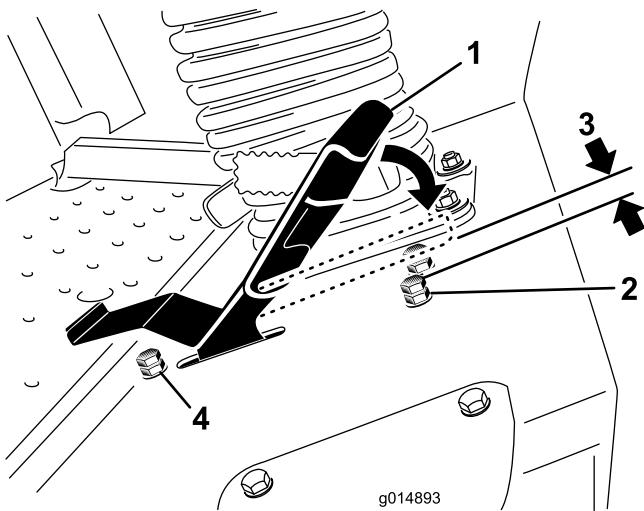

Figura 50
- Afloje la contratuerca del perno de tope del pedal de tracción (Figura 50).